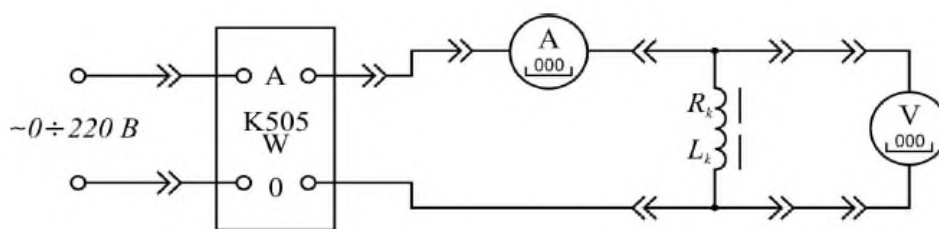

Рис. 9
- 2.1. По монтажной схеме рис. 9 собрать электрическую цепь и подключить ее к источнику переменного напряжения. Измерить ток в цепи, напряжение на